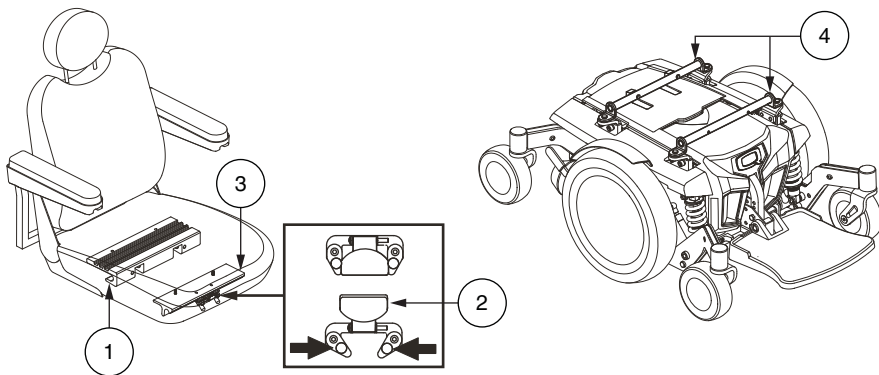

Figure 6. Système de montage universel et siège Contour
Il se peut que vous ayez à installer le siège avant la première utilisation ou après avoir transporté votre fauteuil motorisé. La plupart des sièges sont fixés à la base à l'aide du « Système de Montage Universel » (SMU). Le système de montage universel (SMU) est composé de pièces compatibles au siège sans égard à la largeur ou à la profondeur du siège. Les deux pièces principales sont des cornières d'aluminium montées sur la base du siège. Celles-ci se fixent sur la paire de barres trapèze fixées sur la base motorisée. **Voir la figure 6.**
1. Inclinez le siège vers l'arrière et glissez la cornière arrière sur la barre trapèze arrière. **Voir la figure 6.**
4. Basculez le loquet du siège vers le haut. **Voir la figure 6.**